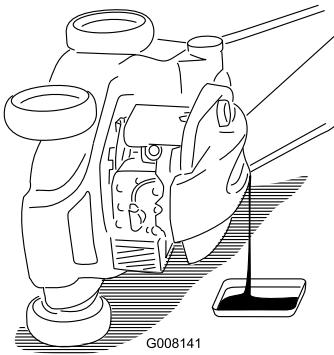

Figura 29
5. Inclinete il tosaerba sul fianco **sinistro** (con il filtro dell'aria in alto), per consentire il deflusso dell'olio usato attraverso il tubo di riempimento (Figura 29).